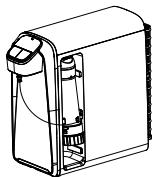

Fig. 4
5. Mantendo o plugue do aparelho desligado, retorne o purificador à posição inicial e conecte a mangueira de água. Em seguida, pressione o botão "**GELADA**" até que a água comece a sair pelo bocal de saída; pressione novamente para interromper o fluxo. Logo após, coloque o plugue de silicone no bocal de saída e mantenha-o devidamente posicionado, deixando o aparelho em repouso por 30 minutos para a ação de limpeza (Fig. 4).